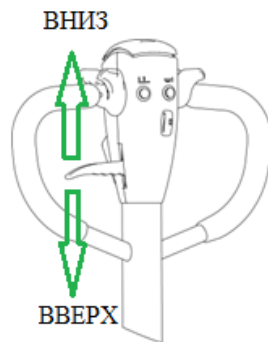

Рисунок 5. Рычаг управления
- Для опускания вил поднимите рычаг в положении DOWN (ВНИЗ) (верхнее положение ручки). Для свободного перемещения рукоятки, установите рычаг в нейтральное положение (в центральное положение ручки). Для поднятия вил установите рычаг в положение UP(ВВЕРХ) (нижнее положение ручки). Рисунок 5.